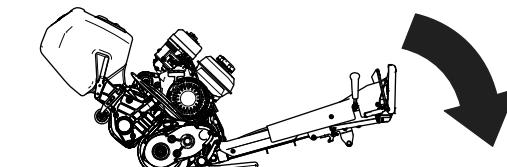

Figura 7
2. Abbassate al suolo la maniglia della motrice per potere accedere all'apparato di taglio (Figura 7).